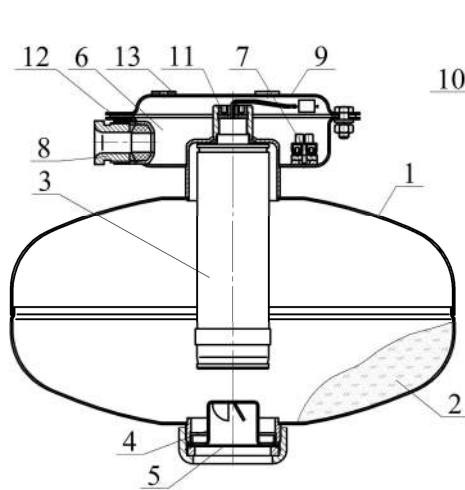
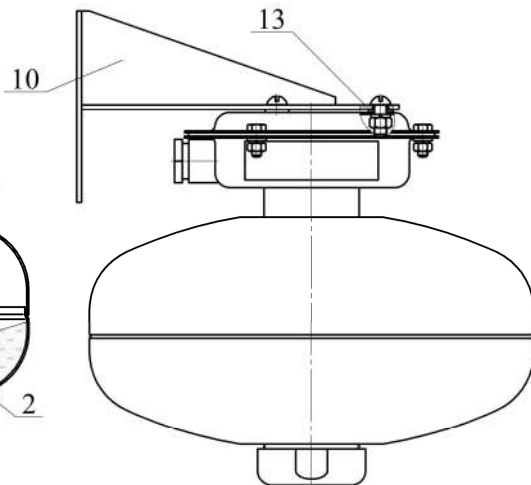

Рисунок 1
Рисунок 2
3.3.2 В комплект поставки для перезарядки МПП входят (см. рисунок 1):
В верхней части МПП снабжен кронштейном **9** для крепления к потолочному перекрытию (рисунок 1) или кронштейном **10** для крепления к стене (рисунок 2).
2.1.2 Произвести монтаж вводной коробки МПП (см. рисунок 2) в следующей последовательности.
2.1.3 Закрепить кронштейн 9 (см. рисунок 1) на потолке или кронштейн 10 (см. рисунок 2) на стене. Крепление кронштейна 9 к потолку производить через резиновые кольца 13. Координаты отверстий в кронштейне, предназначенном для крепления МПП на потолке, приведены на рисунке 4а), на стене – на рисунке 4б).
2.1.4 Через резиновую прокладку 12 (см. рисунок 1) состыковать МПП с кронштейном и закрепить соединение гайками. Соединение МПП с настенным кронштейном 10 производить через резиновые кольца 13 (см. рисунок 2).